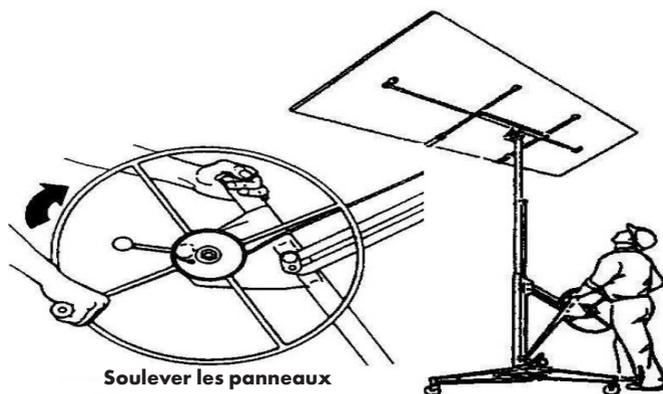

Figure 32
- Pour relever le panneau, faites tourner la roue du treuil dans le sens indiqué à la Fig. 32. Le bras de freinage est équipé d'un ressort qui maintient automatiquement le treuil à n'importe quelle hauteur.